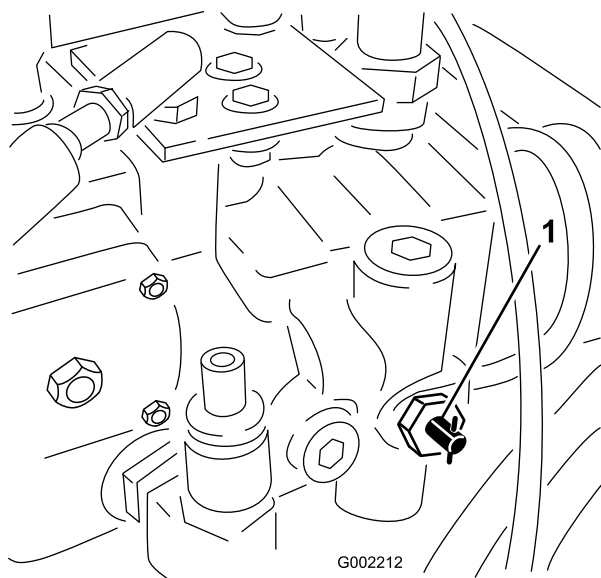

Figura 25
1. Rode a válvula de reboque (Figura 25) 90 graus em qualquer um dos sentidos para abri-la.